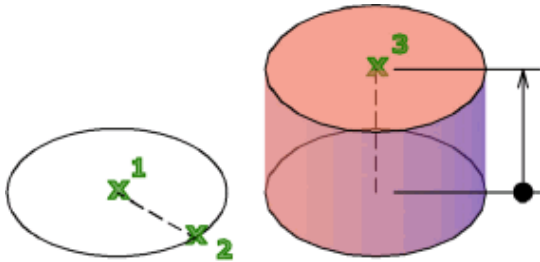

Рисунок 7.6 – 3D
Для створення моделі 3D циліндра введіть **ЦИ (ЦИЛИНДР)** у командному рядку або натисніть кнопку на панелі *Моделирование* → *Ящик* → *Цилиндр* (рис. 7.6).
Циліндр будується за трьома параметрами: центральна точка (1), радіус (2) та висота (3) (рис. 7.6).